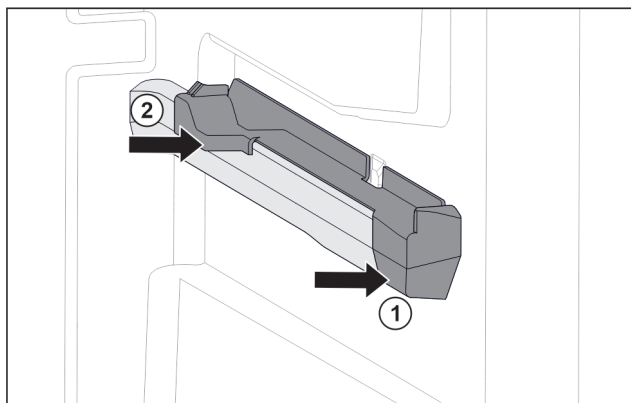

Fig. 76 Element nasadzany na prawym żebrze pojemnika
- ▶ Umieścić element nasadzany z przodu na żebrze pojemnika. Fig. 76 (1)
- ▶ Docisnąć element nasadzany z tyłu. Fig. 76 (2)